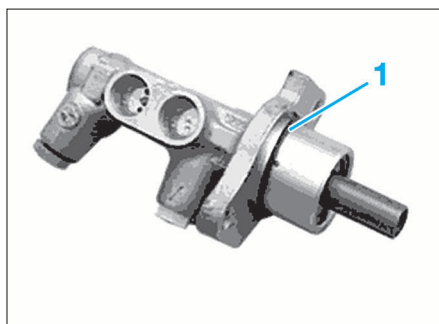

FIG. 15
- remplacer le joint d'étanchéité (1) (Fig.15)